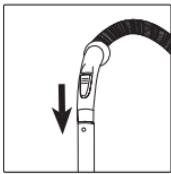

Рис. 2
- Присоедините телескопическую удлинительную трубку (4) к ручке гибкого шланга (5) (рис. 2).
- Выдвиньте нижнюю часть телескопической трубы (4) на необходимую длину, предварительно нажав на фиксатор (3).